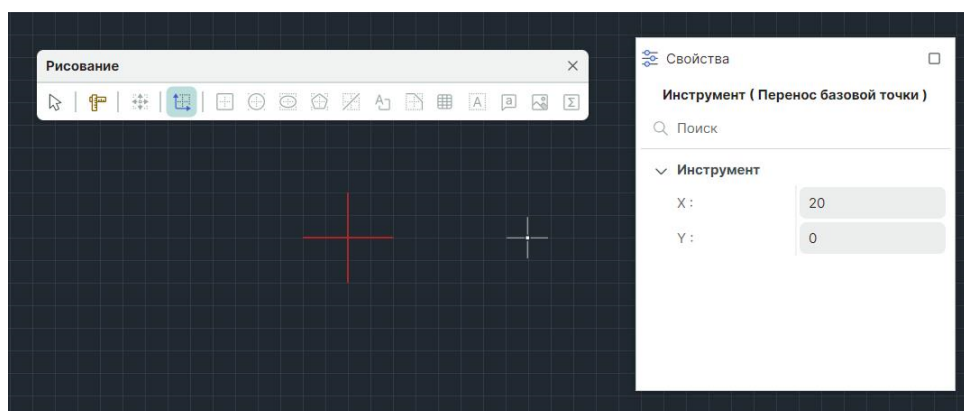

Рис. 242 Вид курсора при работе инструмента «Переместить начало координат»
1. Вызовите инструмент «Переместить начало координат», который доступен на панели «Рисование». Курсор поменяет вид, см. Рис. 242. В панели «Свойства» в динамическом режиме будут отображаться текущие координаты курсора.